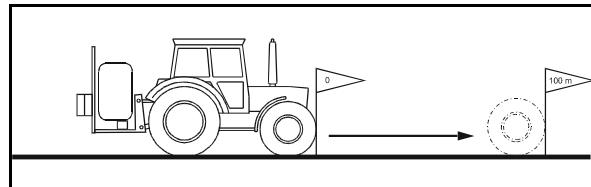

Рис. 119
- Отметьте начальную и конечную точки (Рис. 119).